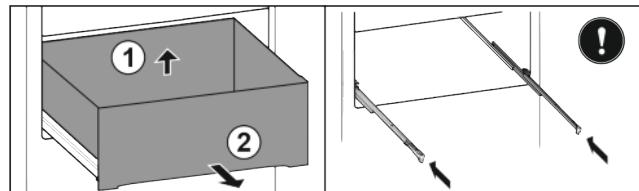

Fig. 27\*
- ▶ Поднимите выдвижной ящик сзади Fig. 27 (1).\*
- ▶ Извлеките движением вперед Fig. 27 (2).\*